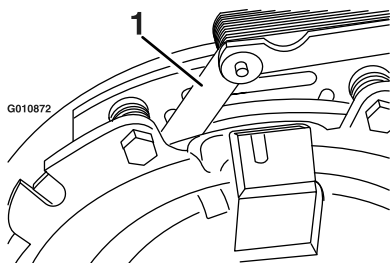
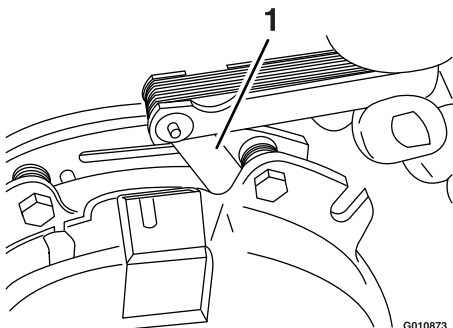

Figure 73
Figure 74
- E. À l'aide d'une jauge d'épaisseur de 0,025 cm (0,010 po), vérifiez qu'il existe un entrefer entre le rotor et la face de l'induit, de chaque côté du pôle de frein, comme montré à la Figure 73 et la Figure 74.